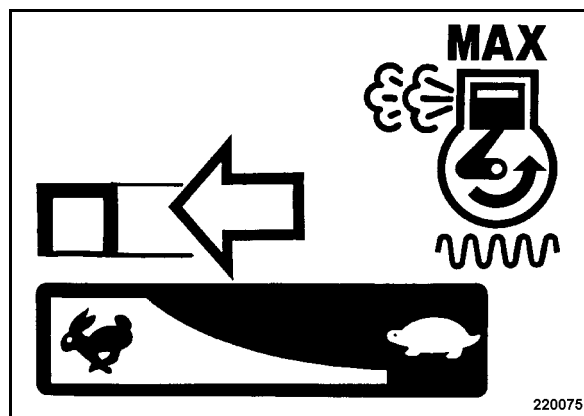

рис. 26
- Установить рычаг управления частотой вращения (рис. 26) в направлении стрелки в положение максимальной подачи топлива.